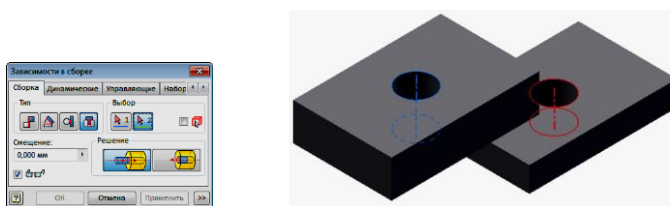

Рис. 3.45. Выбор отверстия первой пластины
9. Затем укажите на ось цилиндра первой пластины  (рис. 3.45).